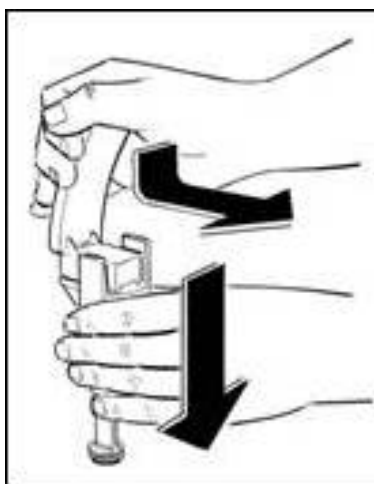

Fig. 5
- Smontare il rubinetto tenendo premuto verso il basso il corpo e sfilando la leva dalla propria sede (Fig. 5).